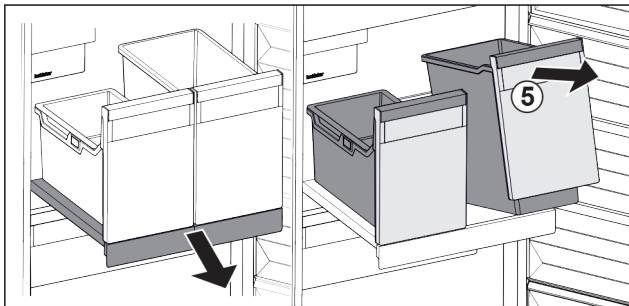

Fig. 169
- ▶ Emelje meg a tároló Fig. 169 (5) elejét.